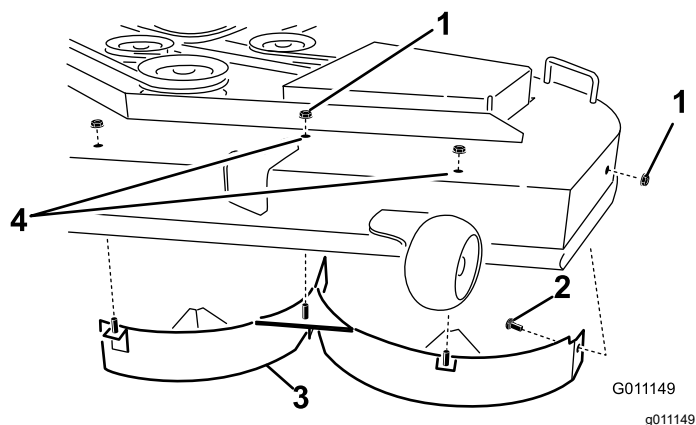

Рисунок 17
4. Отверните 3 контргайки (5/16 дюйма) от приваренных стержней левого дефлектора в верхней части деки газонокосилки в среднем положении, слева от среднего положения и в левом положении (Рисунок 17).
5. Отверните каретный болт и контргайку на боковой стенке деки газонокосилки, который крепит левый дефлектор к деке (Рисунок 17).
6. Снимите левый дефлектор с деки газонокосилки (Рисунок 17).
7. Найдите 2 болта в наборе отдельных деталей и используйте имеющиеся контргайки, чтобы установить крепежные детали в отверстия деки газонокосилки, показанные на Рисунок 17, для предотвращения выброса мусора.